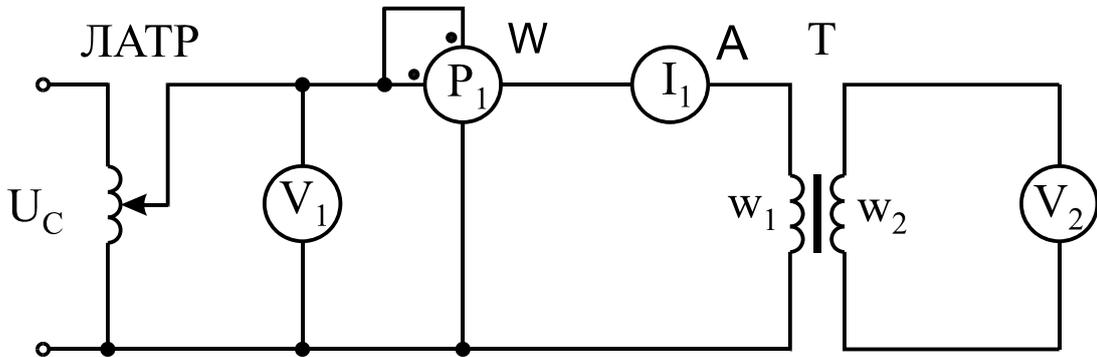

Рис. 3.2. Схема исследования трансформатора в режиме холостого хода
Опыт холостого хода — это такой режим работы трансформатора, при котором к первичной обмотке подведено напряжение, а вторичная обмотка разомкнута (рис. 3.2), при этом $Z_{\text{НАГР}} = \infty$, $I_2 = 0$.
1. Собрать схему для проведения опыта (рис. 3.2).